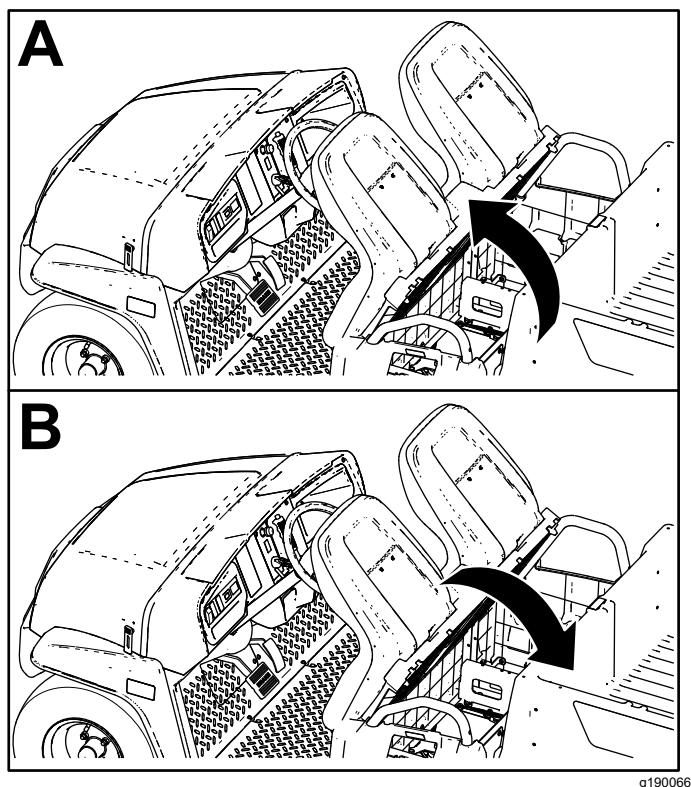

Bild 27
Schieben Sie den Sitz vorwärts, bis er am Lenkrad aufliegt, um ihn anzuheben (Bild 27).
Schieben Sie den Sitz rückwärts, bis er in der Ausgangsstellung ist, um ihn abzusenken (Bild 27).
1. Schieben Sie den Sitz vorwärts in die angehobene Stellung (Bild 27).